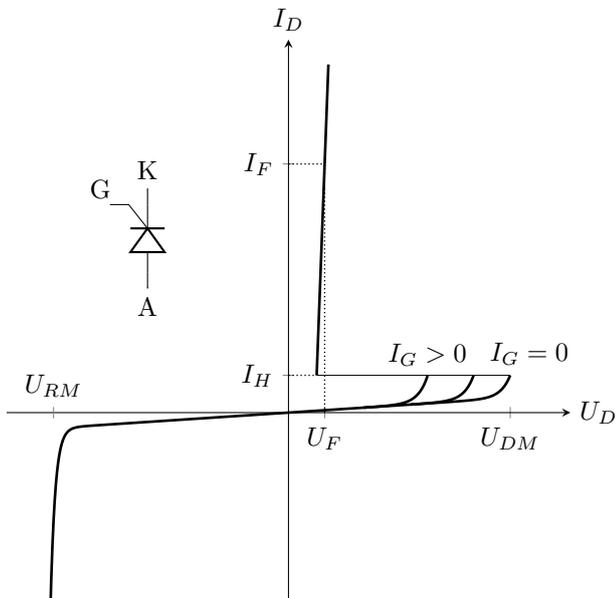

Abbildung 2: Schaltzeichen und Kennlinie eines Thyristors
Ein Thyristor ist eine Vierschichtdiode, die neben der Anode und der Kathode über einen herausgeführten Steuerungseingang, das Gate, verfügt. Die Kennlinie eines Thyristor ist in Abbildung 2 dargestellt.⁶ Wie bei einer gewöhnlichen Diode fließt bei Polung in Sperrrichtung nur ein sehr kleiner Sperrstrom, der bei Überschreiten der maximalen Sperrspannung U_{RM} steil ansteigt und zur Zerstörung des Thyristors führt.
- Messen Sie mit verschiedenen im Praktikum vorhandenen Messgeräten an einer sinusförmigen Wechselspannung mit und ohne enthaltenen Gleichanteil. Vergleichen Sie mit (3).
- Messen Sie die wesentlichen Bestandteile der Kennlinie in Abbildung 2 für einen Thyristor. Bestimmen Sie insbesondere $I_F(U_F)$ und I_G bzw. U_G .